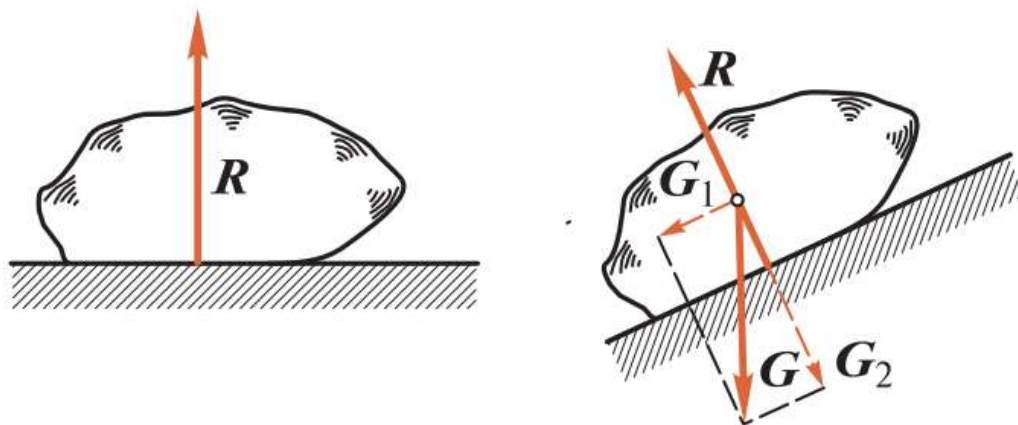

Рис. 1.6
1. *Идеально гладкая плоскость* (рис. 1.6). В этом случае реакция  $R$  направлена перпендикулярно опорной плоскости в сторону тела, так как такая связь не дает телу перемещаться только в сторону опорной плоскости, т. е. перпендикулярно ей.